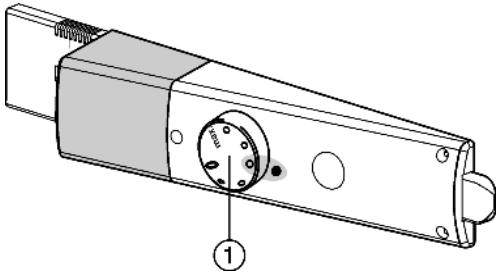

Fig. 2
- ▶ Поверните регулятор температуры Fig. 2 (1) вправо с положения 0 в положение 3.
- ▶ Повернуть регулятор температуры Fig. 2 (1).